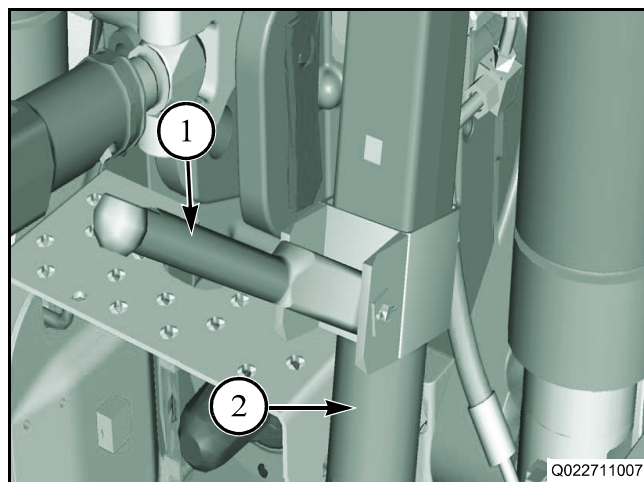

Figure 200
Figure 200: La longueur de chaque bras de relevage est réglable séparément. Les bras de relevage peuvent être utilisés pour la mise à niveau de l'outil. Pour régler l'un ou l'autre bras de relevage, retirer le collier à ressort et tirer la poignée (1) vers l'extérieur.